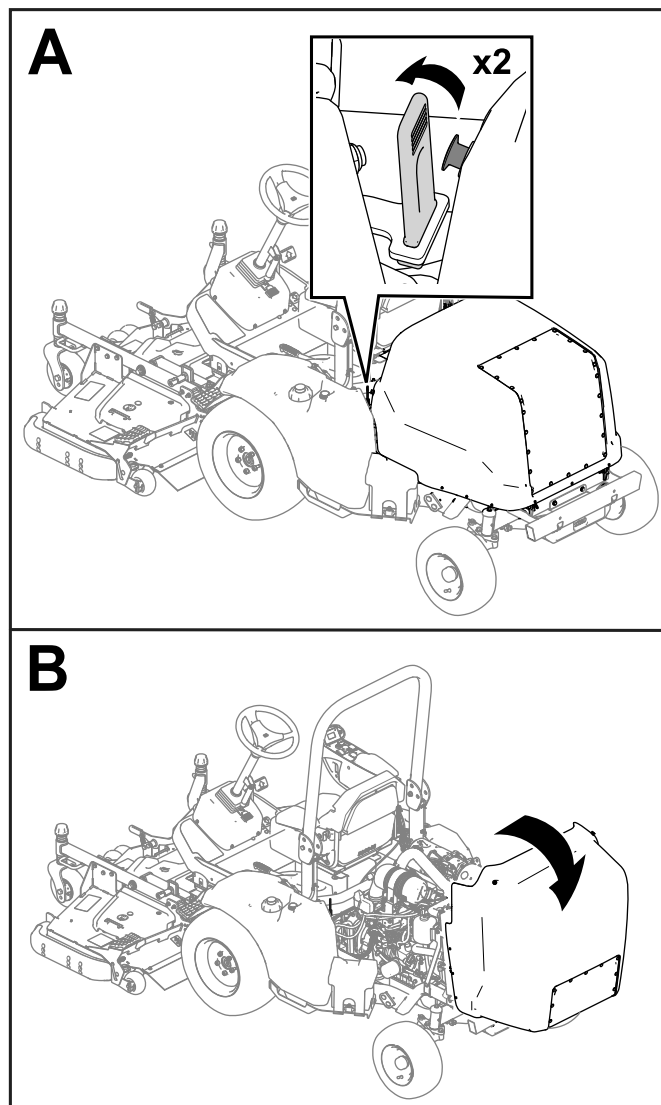

Figure 29
9. Ouvrez le capot (Figure 29).